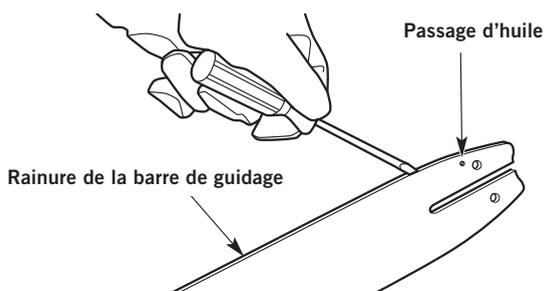
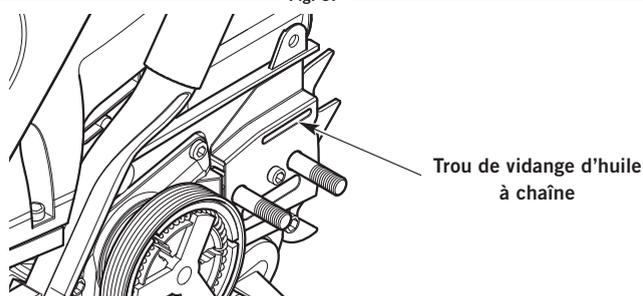

Fig. 37
Fig. 38
- Nettoyez la rainure de la barre de guidage et les passages d'huile chaque fois que vous retirez la chaîne, lorsque l'unité a été beaucoup utilisée ou lorsque la chaîne semble sale. Utilisez un tournevis, un couteau à mastic, un fil de métal ou un outil semblable pour retirer les débris de la rainure de la barre de guidage (Fig. 37). Utilisez un petit fil de métal souple pour retirer les débris de trou de vidange d'huile à chaîne (Fig. 38).